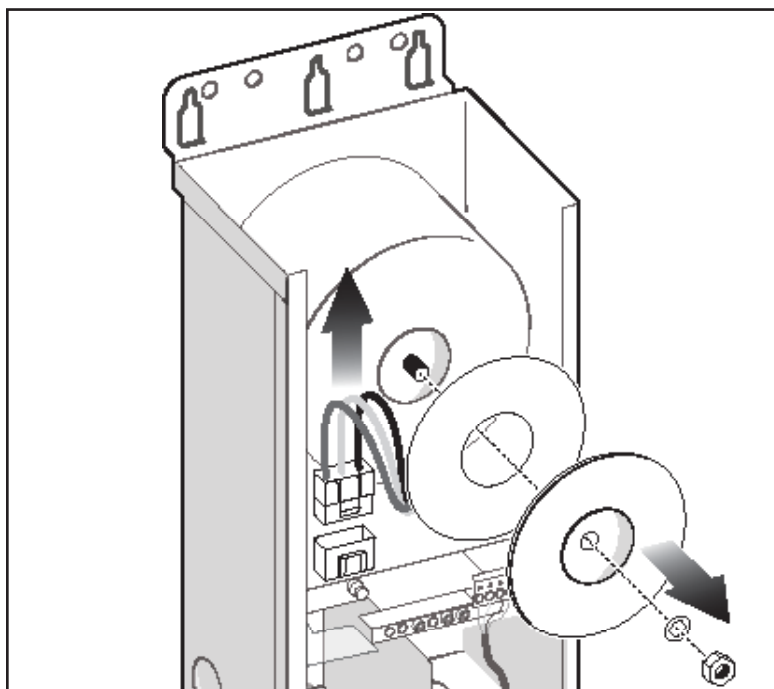

Figure 2. Débrancher le connecteur de fil d'entrée et enlever l'écrou du transformateur
4. Débrancher le faisceau de connexion du fil d'entrée blanc du transformateur, voir Figure 2.
5. Utiliser une clé de 14 mm pour enlever l'écrou du transformateur, voir Figure 2.
6. Enlever les rondelles et le joint d'étanchéité du transformateur, voir Figure 2.